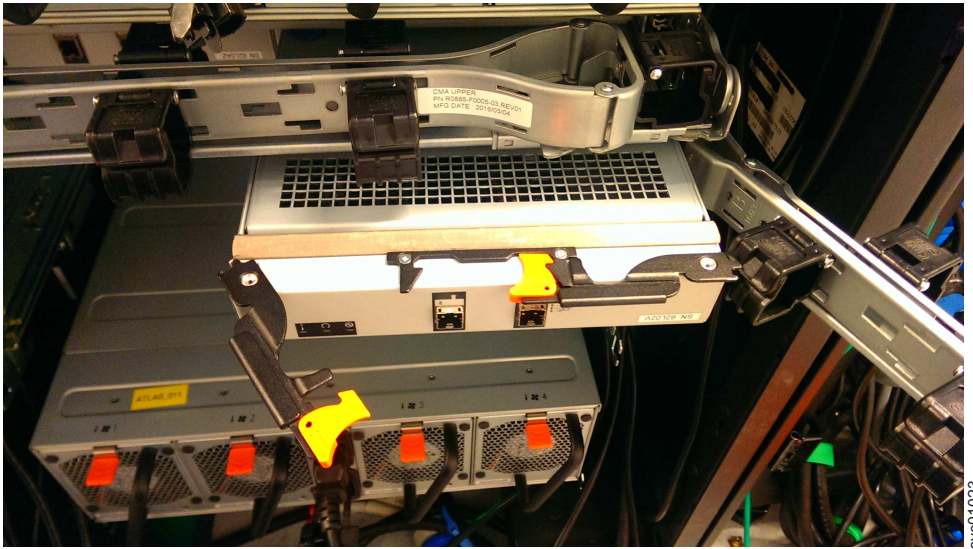

Figure 60. Installation de la cartouche d'extension
- Débranchez le coude du bras inférieur de routage des câbles pour l'écarter, comme indiqué dans la figure 60, à la page 75.
4. Lorsque la cartouche d'extension est complètement insérée, faites pivoter chaque poignée vers l'intérieur pour la verrouiller en position, comme indiqué dans la figure 60.